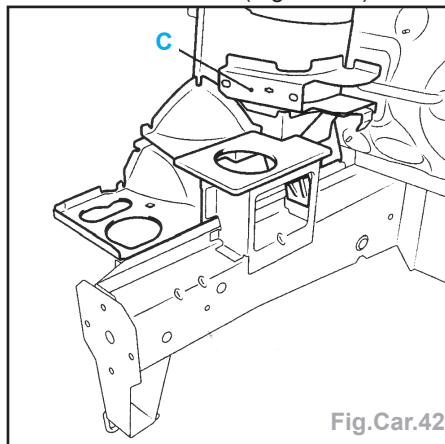

Fig.Car.42
- Seul le support biellette (C) est en plus, celui-ci sera à souder par bouchonnage au niveau du tablier (Fig.Car.42).